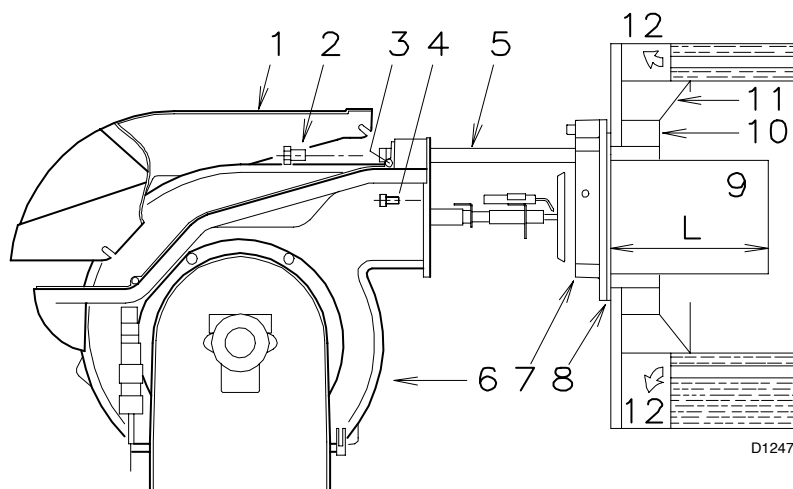

Fig. 7
Pour les chaudières dont la partie frontale est refroidie par eau, le revêtement réfractaire 10)-11) (Fig. 7), n'est pas nécessaire, sauf indication expresse du constructeur de la chaudière.
Fixer la bride 7) (Fig. 7) à la plaque de la chaudière en installant le joint 8) Fig. 7) fourni de série. Utiliser les 4 vis fournies après en avoir protégé le filetage avec des produits antigrippants.
- Ouvrir le brûleur sur les guides comme indiqué (Fig. 7 page 9).